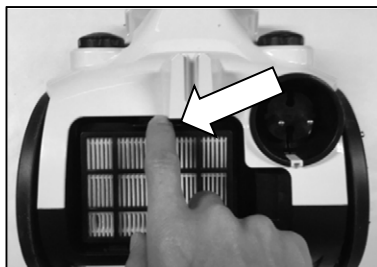

Fig 16
- b. După cum se arată în Fig.16, scoateți filtrul de evacuare.